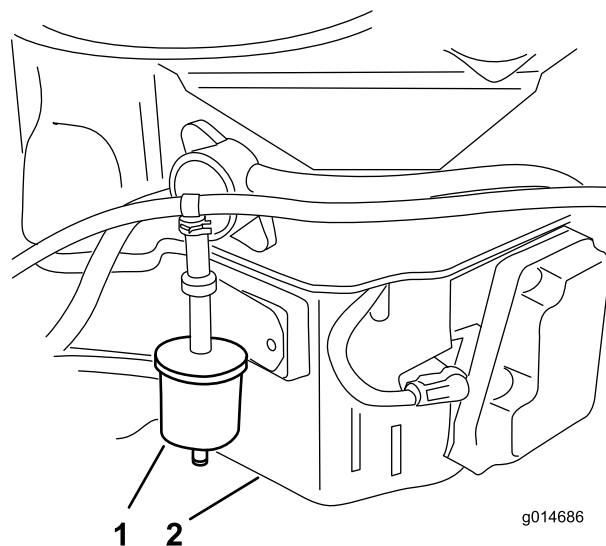

Figura 34
3. Retire el filtro del respiradero del combustible (Figura 34).